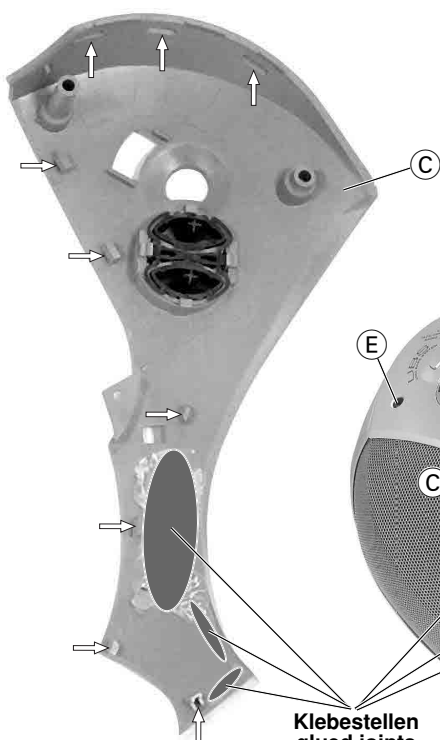
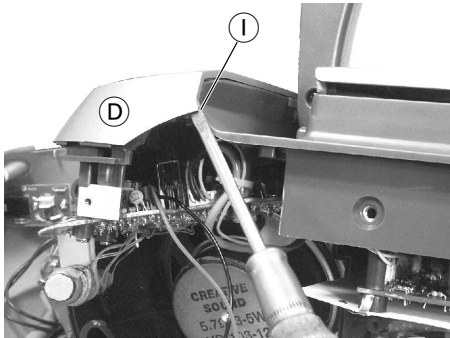
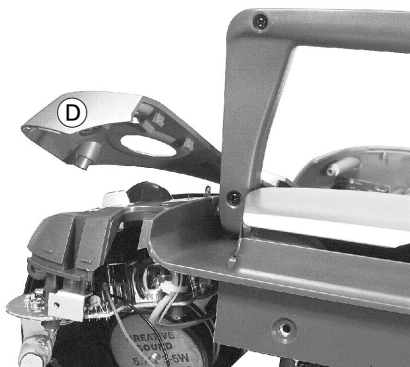

Fig. 2
Fig. 6
Fig. 8
- Abdeckungen ② und ④ (Fig. 2, 3 und 4) abnehmen:
Die Abdeckungen werden durch Rastnasen gehalten und sind **zusätzlich** an den **markierten Stellen verklebt**. Abdeckungen ② und ④ an den Punkten ① abhebeln (Fig. 6 und 7). Diese Abdeckungen **vorsichtig** nach oben biegen (bei Bedarf die Abdeckungen durch **vorsichtiges** abhebeln ganz abnehmen) und Gehäuseoberteil herausziehen (Fig. 8 und 9). Wenden Sie zuviel Kraft auf, können Rastnasen oder die Blende brechen! In Fig. 2 und 4 sehen Sie die Anordnung der Rastnasen.
- Remove the covers ② and ④ (Fig. 2, 3 and 4):
The covers are held in place by locking lugs and are **in addition glued** at the **marked spots**. Lift off the covers ② and ④ at the points ① (Fig. 6 and 7). **Carefully** bend up these covers (if necessary remove the covers completely by **carefully** lifting them off) then pull out the top part of the cabinet (Fig. 8 and 9). If you apply too much force the locking lugs or the trimplate might break! Fig. 2 and 4 show the locations of the locking lugs.